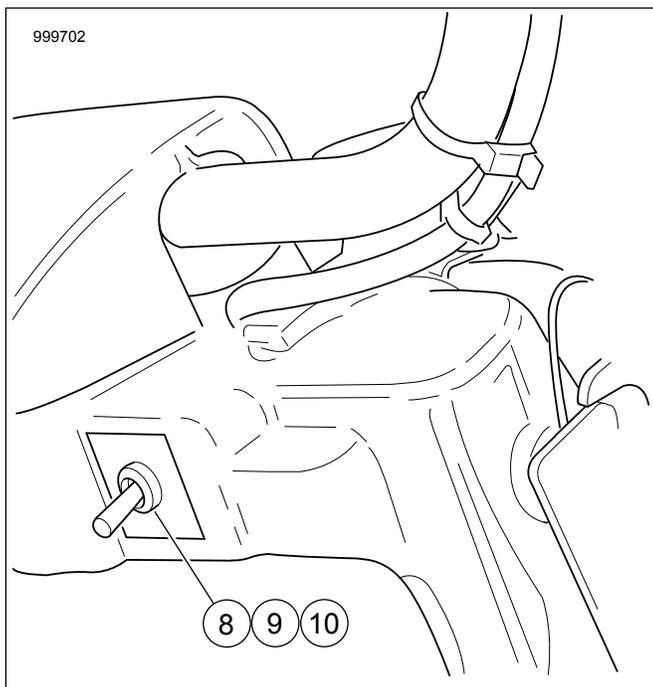

Рисунок 6. Расположение выключателя не на обтекателе
- Подсоедините разъем деталей и аксессуаров (1) к разъему жгута проводов реле вентилятора (2).
- Подсоедините разъем вентилятора к разъему жгута проводов реле вентилятора (3).
- Подсоедините разъем цепи переключателя жгута проводов реле вентилятора (3) к разъему транспортного средства (А).
- b. **Транспортные средства без обтекателя:** См. Рисунок 6 . Установите гайку (8), наклейку (9) и переключатель (10) в правое отверстие доступа. Подключите выключатель к жгуту проводов, который находится под обтекаемым кожухом фары. На **FLRT** разъем [205] расположен под топливным баком в пластиковом кожухе для проводов. См. руководство по техническому обслуживанию.